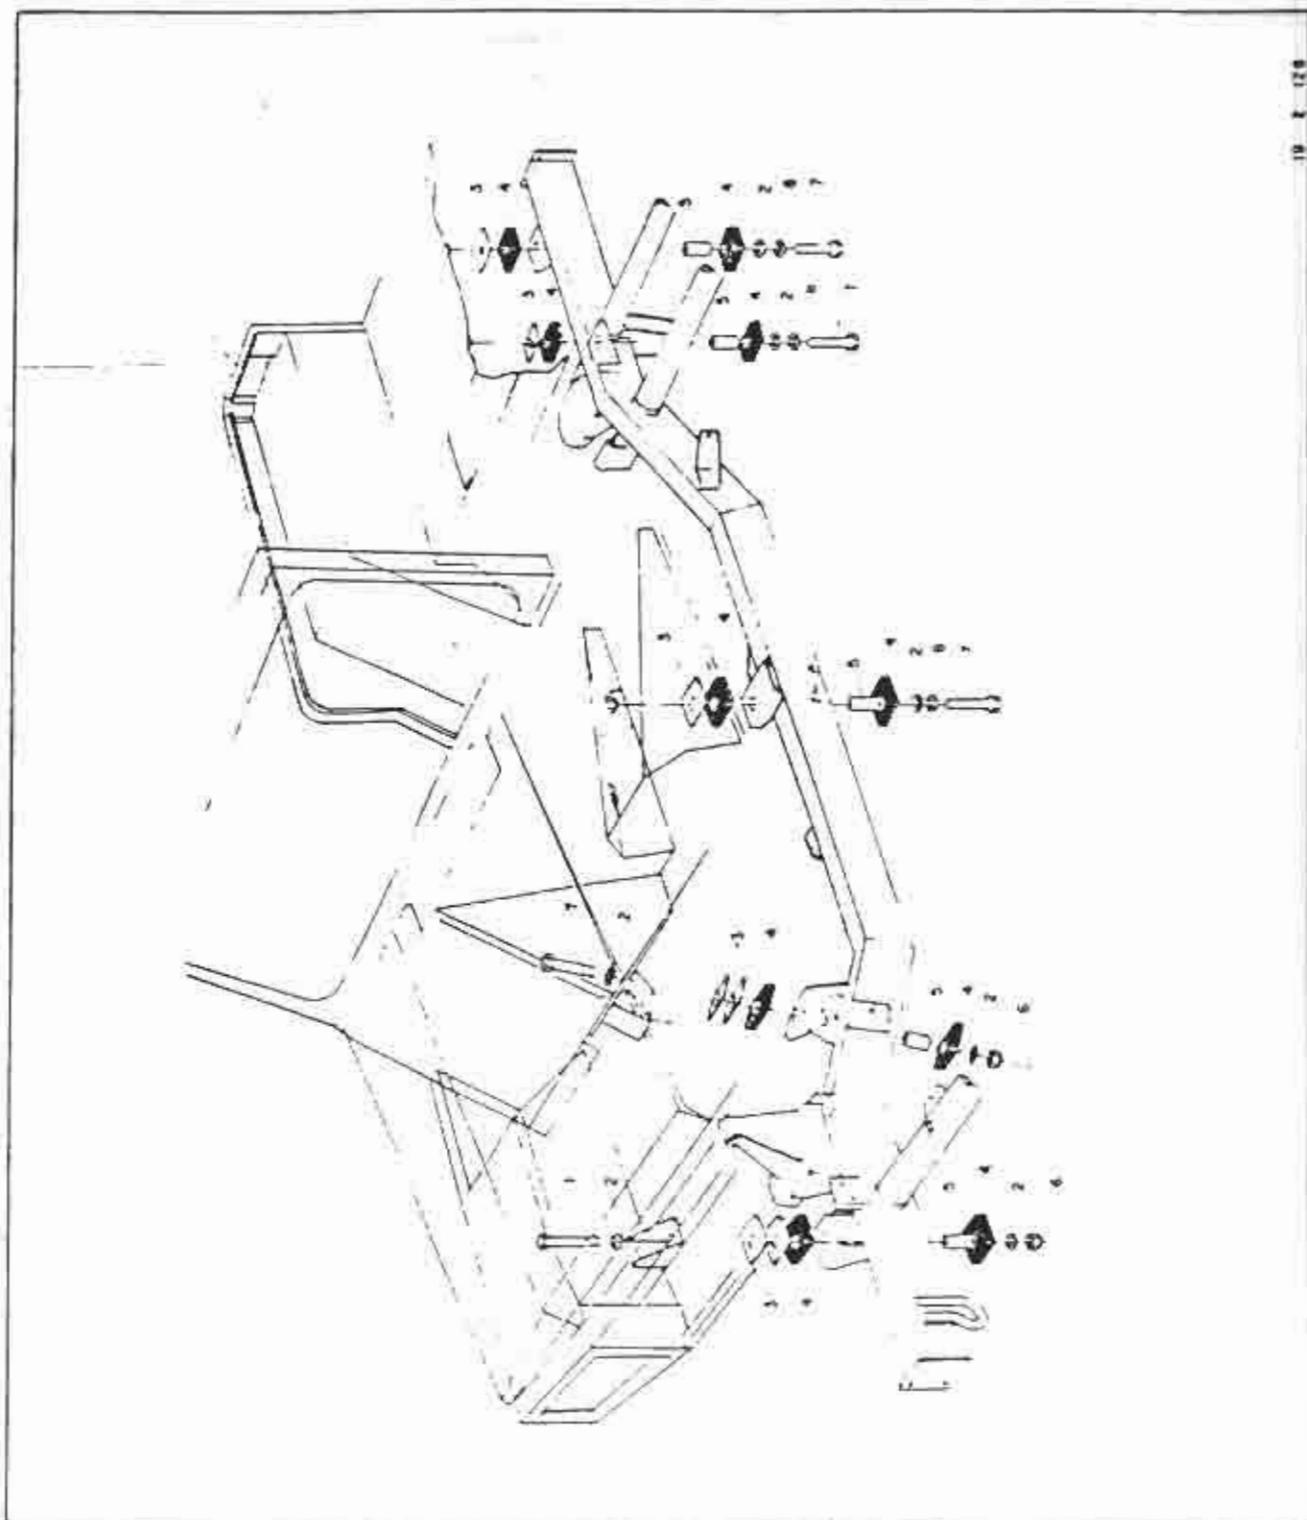

FIGURA 1
- Parafusos de fixação da carroçaria no chassi, exceto nas posições onde são usadas porcas auto-travantes - ver figura 1, itens 1 e 7.